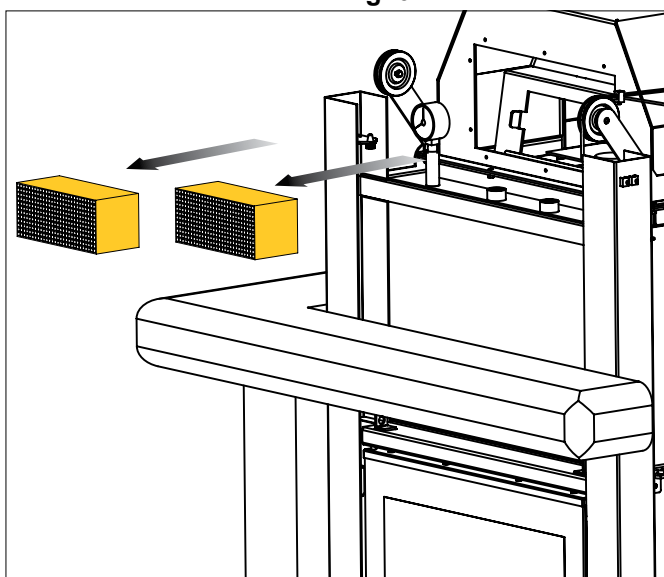

fig. 6.3
- Die beiden Katalysatoren entfernen und mit einem Staubsauger und einer trockenen Bürste reinigen (Abb. 6.3).